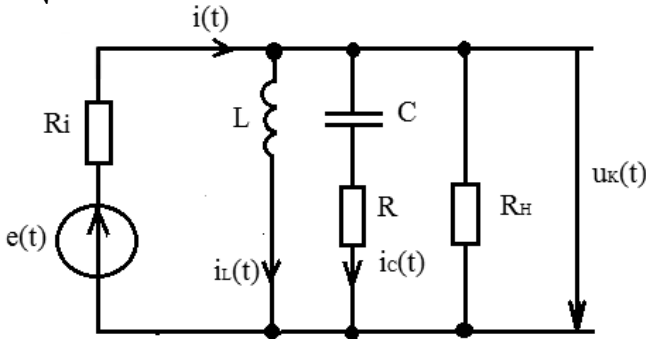

Рис. 19
Параллельный колебательный контур представляет собой электрическую цепь, содержащий индуктивную катушку и конденсатор, включенные параллельно с источником энергии. Для анализа процессов, протекающих в контуре, используется схема замещения реальной схемы (рис.19). Параметры индуктивность L , емкость C и сопротивление потерь R являются первичными параметрами контура, которые определяют его вторичные параметры, такие, как резонансная частота $\omega_0 = \frac{1}{\sqrt{LC}}$, характеристическое сопротивление $\rho = \sqrt{\frac{L}{C}}$, добротность $Q = \sqrt{\frac{L}{C}} \cdot \frac{1}{R}$.
3.1. Используя рис.19, рассчитать и построить амплитудно-частотные (АЧХ) и фазочастотные (ФЧХ) характеристики цепи от тока $i(t)$ к току через индуктивность $i_L(t)$ и от тока $i(t)$ к току через емкость $i_C(t)$ в диапазоне от 1 до 20 кГц при исходных данных в соответствии с заданным преподавателем вариантом.
3.2. Используя рис.19, рассчитать и построить зависимость амплитуды и начальной фазы тока $i(t)$ от частоты в диапазоне от 1 до 20 кГц при исходных данных в соответствии с заданным преподавателем вариантом.